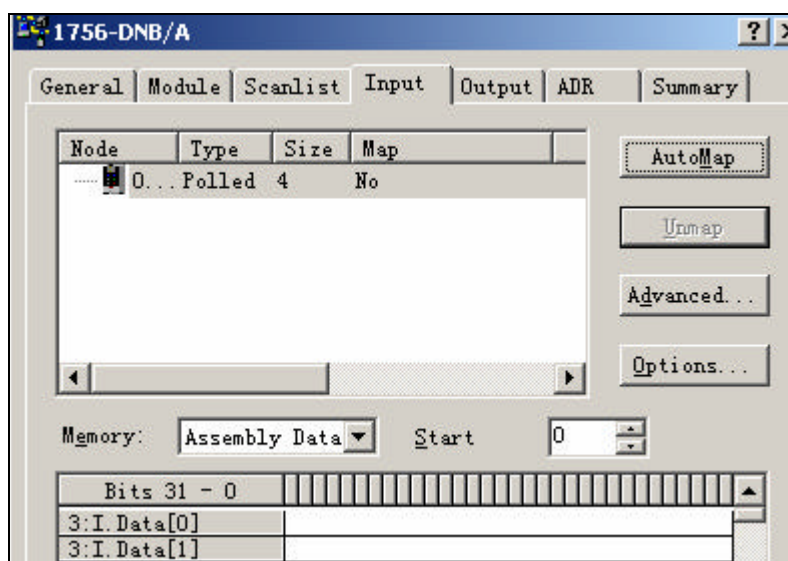

图 4-23 点击 AutoMap 自动映射
17. 选择 Input 选项卡，可以由 Start 选择映射起始位置，单击 AutoMap，即可完成输入字的映射，如图 4-23 所示。